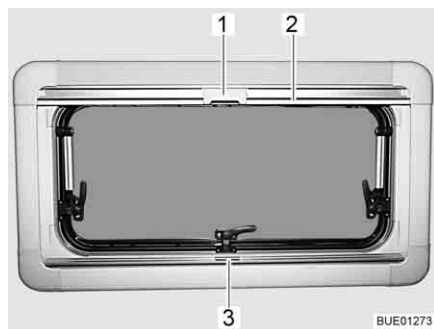
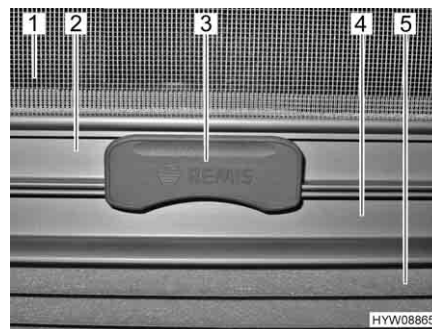

Fig. 52 Finestra apribile
Fig. 53 Aggancio
La tendina oscurante pieghevole (Fig. 53,5) è montata nella cassetta inferiore.
- Afferrare la tendina oscurante pieghevole per la parte centrale della barra di presa (Fig. 52,3 e Fig. 53,4), tirarla dal basso verso l'alto e rilasciarla nella posizione desiderata. La tendina oscurante pieghevole rimane in questa posizione.
La zanzariera a rullo (Fig. 53,1) è montata nella cassetta superiore.
- Tirare la zanzariera a rullo accompagnandola con la barra di presa (Fig. 52,2 e Fig. 53,2) verso il basso, fino a quando la barra di presa non arriva a contatto con la tendina oscurante pieghevole (Fig. 53,4).
- Bloccare l'aggancio (Fig. 52,1 e Fig. 53,3) della zanzariera a rullo nella barra di presa della tendina oscurante pieghevole. Se l'aggancio risulta bloccato, la tendina oscurante pieghevole e la zanzariera a rullo possono essere spostate insieme.
- Premere in alto l'aggancio (Fig. 53,3) sulla zanzariera a rullo.
- Ricondurre lentamente la zanzariera a rullo accompagnandola con la barra di presa (Fig. 52,2).